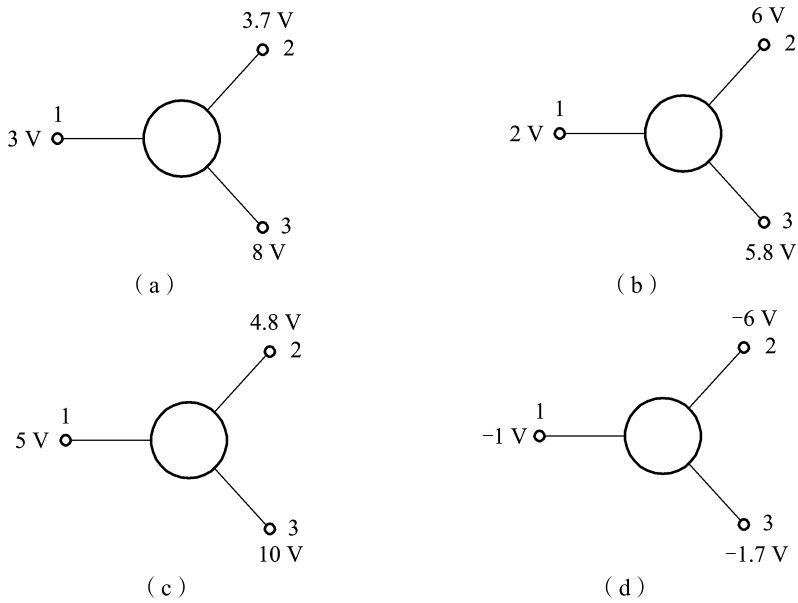

图 1.4.3
1. 测得放大电路中处于放大状态的晶体管直流电位如图 1.4.3 所示。请判断晶体的类型 (NPN 或 PNP) 及三个电极，并分别说明它们是硅管还是锗管。则：